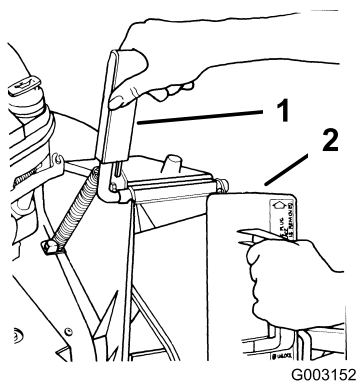

Figura 6
atrás (Figura 6). Mientras inserta el tapón, sujete el tirador de la puerta para evitar que el muelle cierre la puerta.
2. Puesto que el tapón es algo más ancho que la abertura del conducto de descarga, gire el tapón ligeramente en el sentido de las agujas del reloj al insertarlo (Figura 6).